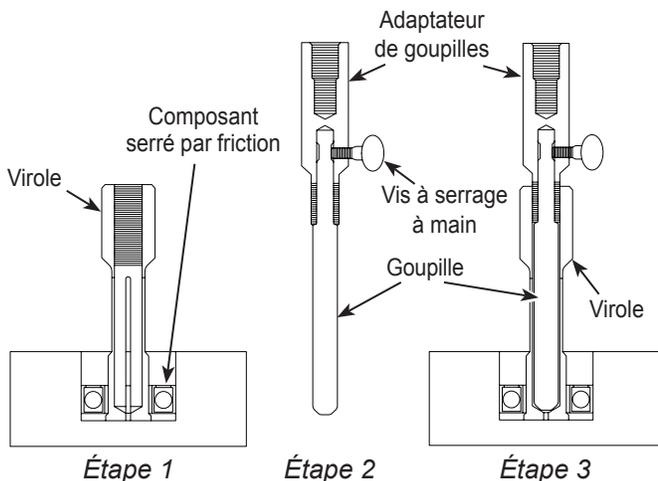

Figure 1
- Faites glisser la virole dans l'alésage/ouverture jusqu'à ce que le rebord de la virole soit situé en dessous/derrière le composant serré par friction. Voir Étape 1 (Figure 1).
- Choisissez une goupille avec sa virole correspondante, puis insérez l'extrémité crantée de la goupille au bas de l'adaptateur de goupilles. Serrez la vis à serrage à main sur l'adaptateur afin de bloquer la goupille. Voir Étape 2 (Figure 1).
- Insérez l'extrémité de la goupille dans la virole, puis filetez l'adaptateur de goupilles sur cette dernière. Serrez solidement l'adaptateur de goupilles jusqu'à ce que l'extrémité de la virole soit bien élargie et maintenue en place en dessous/derrière le composant serré par friction. Voir Étape 3 (Figure 1).